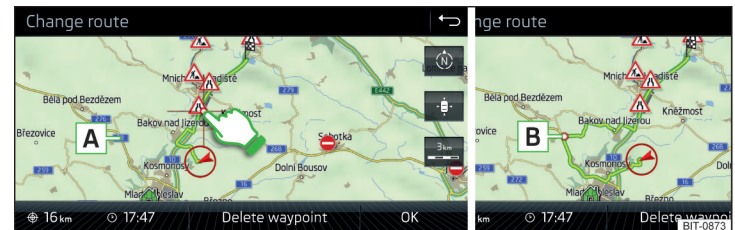

Abb. 241 **Routenänderung in der Karte / Routendurchfahrtpunkt**
- Den Bildschirm im Routenbereich berühren und den Kreuzpunkt auf die gewünschte Stelle in der Karte (z. B. **[A]** » Abb. 241) verschieben.
Der Durchfahrtpunkt **[B]** » Abb. 241 wird in die Route eingefügt. ►